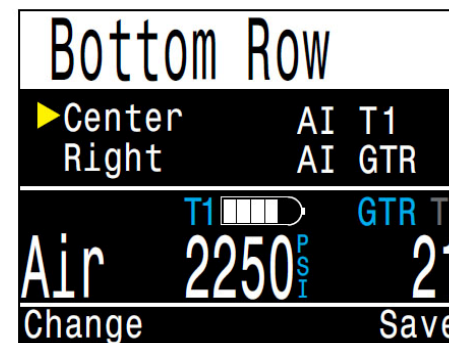

Рис.8. Вывод показаний "AI" на главный экран (по желанию)
- для "OC Rec" в меню "System Setup ⇒ Bottom Row" (Рис.8);